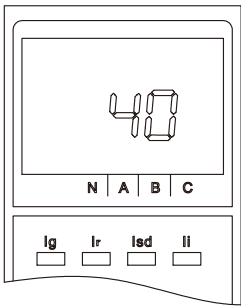

图49 操作次数
- ③ 查询状态：在缺省界面下，按“菜单”键一次进入整定值查询状态，再按“→”键依次查询四段保护及其他参数，详见图40~图49，具体调整数据范围见说明书序4.5